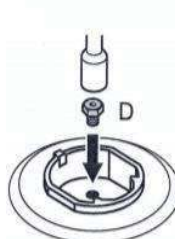

Figure 12.2
Installez l'injecteur (D) à convertir comme indiqué dans la Figure 12.2 (voir le Tableau 1 à la fin de ce manuel).